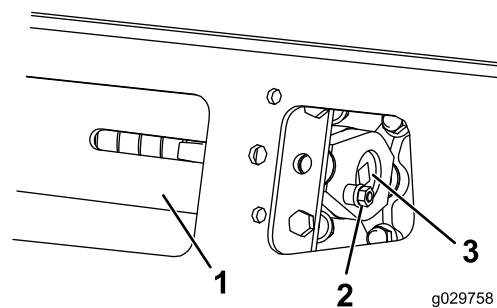

**Figura 58**
Verificate che il blocco tenditore sia allineato con la guida verde sull'adesivo oppure che il blocco si trovi a una distanza di 1,3 cm dalla parte posteriore della scanalatura del tubo tenditore (Figura 58).
4. Utilizzando un cricchetto di trasmissione da 1/2" ruotate la vite di tensione, fino a quando il blocco tenditore non si allinea con la guida verde sull'adesivo, oppure non si trova a una distanza di 1,3 cm dalla parte posteriore della scanalatura del tubo tenditore (Figura 58).
- Verificate che il blocco tenditore sia allineato con la guida verde dell'adesivo oppure si trovi a una distanza di 1,3 cm dalla parte posteriore del tubo tenditore per entrambi i cingoli (Figura 58). All'occorrenza regolate.